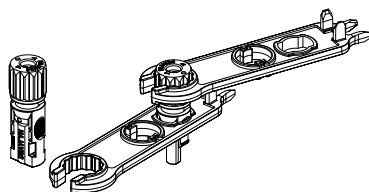

Figura 5.5 Conector com porca de capa parafusada
c) Insira o pino de contato na parte superior do conector e aperte a porca da capa na parte superior do conector. (como mostra a figura 5.5).